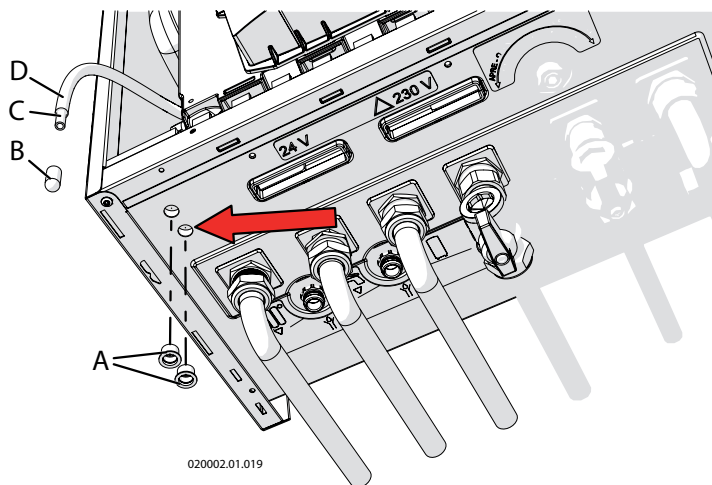

Figura 6.9 - Prese di pressione dell'aria comburente
- 4.- togliere i tappi "A" (vedi Figura 6.9);
- 5.- prendere il tubo flessibile "D" che si trova all'interno della caldaia e togliervi il tappo "B" (vedi Figura 6.9);
- 6.- inserire il tubo "D" all'interno del foro indicato dalla freccia in figura 6.9;
Alla fine del controllo, rimuovere il tubo "E", richiudere i fori "A", richiudere il tubo "D" con il tappo "B" e richiudere la presa di pressione "H" di cui alla figura 6.9 e 6.10.